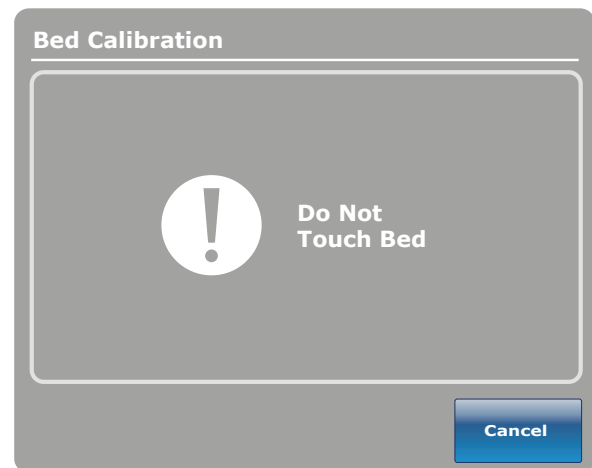

Abbildung 18: Bildschirm „Do Not Touch Bed“ (Bett nicht berühren)
19. Der in Abbildung 18 dargestellte Bildschirm „Do Not Touch Bed“ (Bett nicht berühren) erscheint.